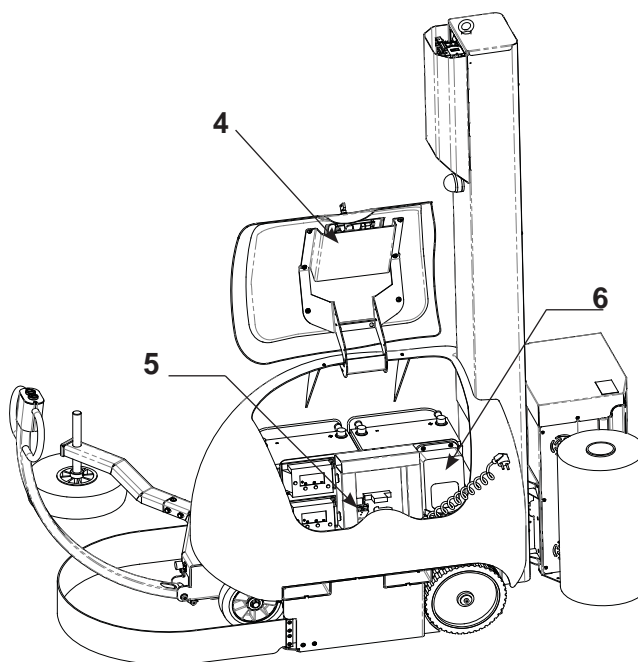

Fig. 6.2
La macchina dispone di due batterie da 12 V, collegate in serie e alloggiato nel vano centrale, accessibile sollevando il portello (4) (Fig. 6.2) del pannello di comando.
La machine dispose de deux batteries de 12 V, reliées en série et logées dans le logement central, accessible en soulevant le volet (4) (Fig. 6.2) du tableau de commande. Entre les deux accumulateurs se trouve le connecteur d'alimentation des batteries (5), qui doit être débranché en cas d'entretien ou d'intervention à l'intérieur de la machine; le chargeur de batterie (6) est logé sur la plaque du fond.